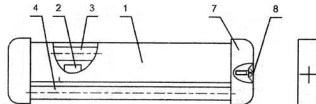

Рис. 1. Общий вид облучателя
6.3. Проверить работу облучателя до его монтажа в следующей последовательности (см. рис. 1):
- открутить винты (8), снять боковины (7);
- установить стартеры (2), для чего необходимо вставить их в патроны и повернуть по часовой стрелке до упора;
- установить лампы (3), (4), для чего необходимо одновременно завести контакты лампы в патроны и зафиксировать их;
- установить боковины (7) и закрепить винтами (8).